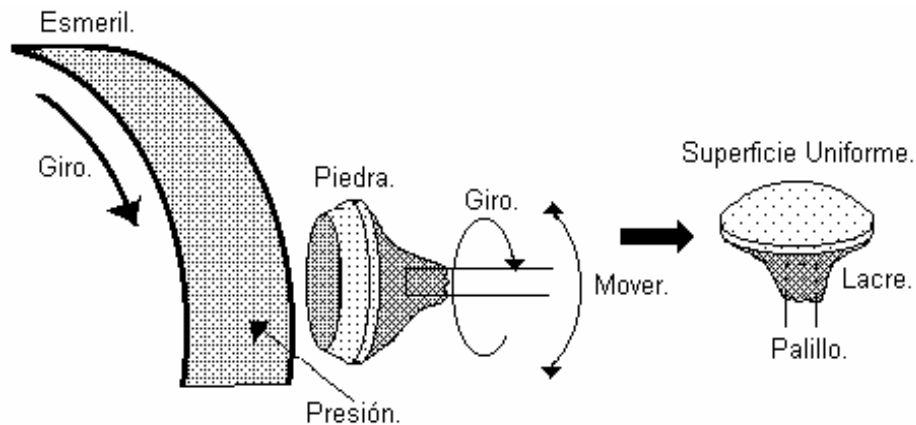

Figura 19: Laja de la piedra.
C) Se sigue el proceso, solo que se sigue hacia la parte superior, y central de la roca, haciendo movimientos circulares y de va y ven, hasta que se forme una forma esferoidal sobre la roca, mas o menos uniforme. O hasta que se obtenga la forma deseada (**Figura 19**).